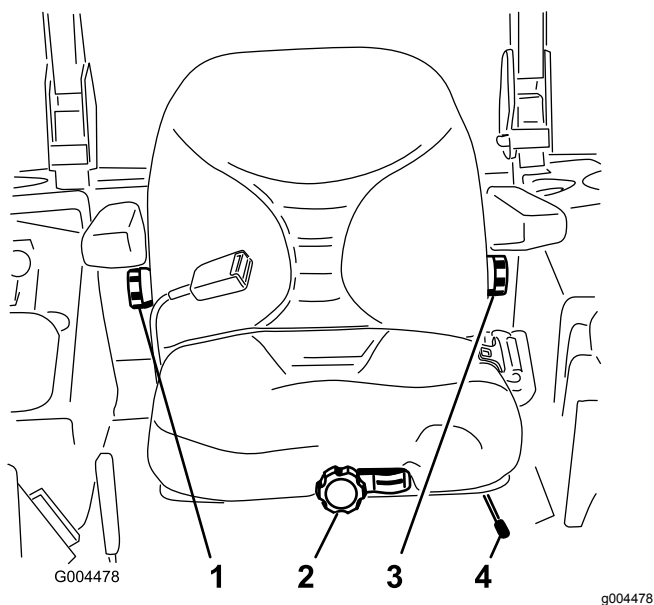

Figure 14
Sans vous asseoir sur le siège, tournez le bouton avant dans un sens ou dans l'autre pour obtenir la position la plus confortable (Figure 14).
- Poussez le levier de réglage de côté pour débloquer et régler le siège (Figure 14).
Pour ce faire, tournez le bouton situé sous l'accoudoir droit dans un sens ou dans l'autre pour obtenir la position la plus confortable (Figure 14).
Pour ce faire, tournez le bouton situé sous l'accoudoir gauche dans un sens ou dans l'autre pour obtenir la position la plus confortable (Figure 14).